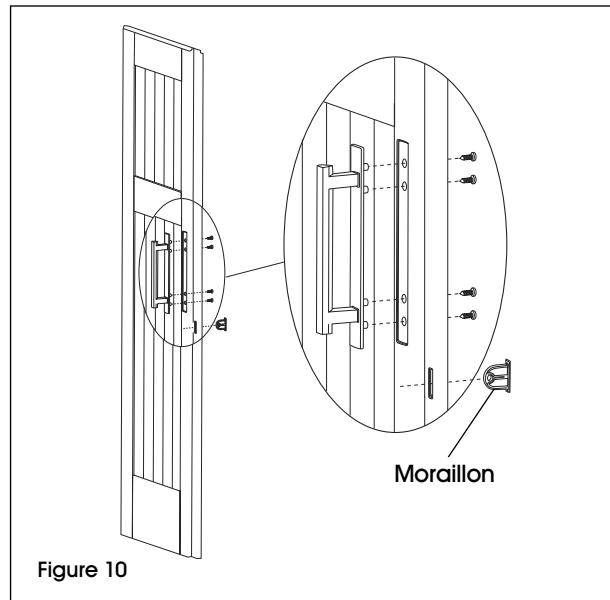

Figure 10
- Fixez chaque poignée de porte à l'aide de quatre vis. (Voir Figure 10)
- Insérez le moraillon à partir de l'arrière de la porte gauche. (Voir Figure 10)